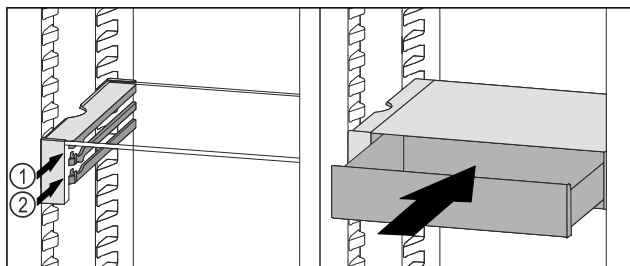

Fig. 130
- ▶ Asetage VarioSafe-sahtel peatajate taga soovitud ribile Fig. 130 (1) või Fig. 130 (2).